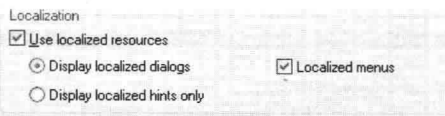

图 1-5 本地化资源使用选项
(4) 单击提示框中的 按钮, 返回【Preferences】参数设置对话框。
(5) 在【Use localized resources】区域内, 有两个单选项和一个复选项, 对使用本地化资源(中文环境)的方式进行选择设置, 如图 1-5 所示。